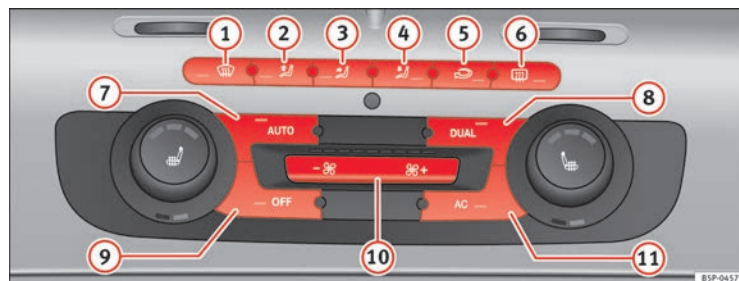

Fig. 133 Mandos del 2C-Climatronic en el tablero de instrumentos.
⇒ **página 171, fig. 133** **1** al **5**, o pulse las teclas de la turbina **10**. La función seleccionada aparecerá en el display de la radio o del navegador.
- Pulse la tecla  ⇒ **página 171, fig. 133** **2** para conectar o desconectar la recirculación de aire. Está conectada si en el display aparece el símbolo .